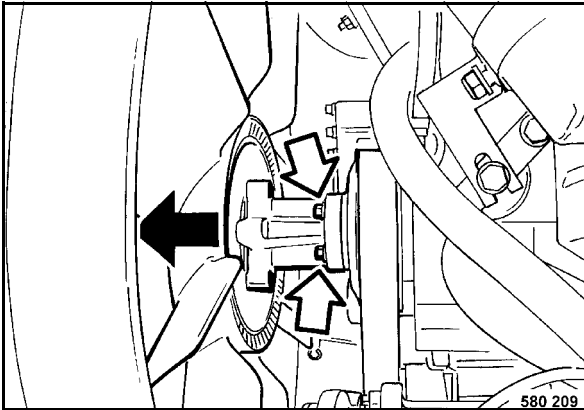

fig. 131
- Dévisser les vis de fixation (fig. 131) et pousser le ventilateur vers l'avant.